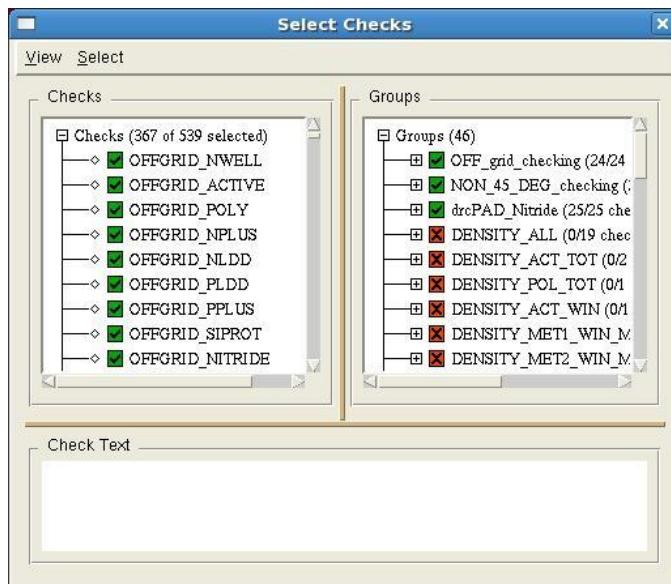

Рис. 9.5. Форма для выбора DRC-проверок.
- 6) Проверить и при необходимости включить дополнительные проверки, выключенные по умолчанию, выбрав пункт меню *Setup->Select Checks...*, либо воспользовавшись кнопкой “Customization” (рис. 9.5).